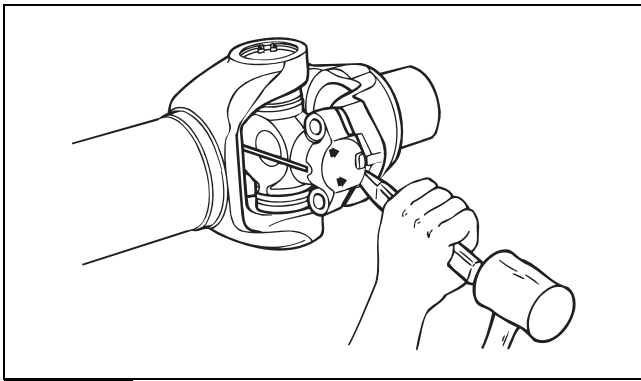

Figure 3
6. Au besoin, appuyer sur la bague à oreilles de la mâchoire de l'arbre secondaire. Figure 3.